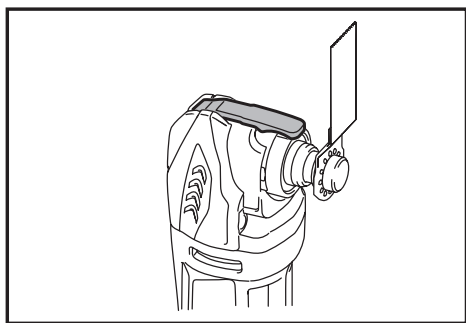

Fig.9
► Рис.9: 1. Паз 2. Крючок 3. Винт